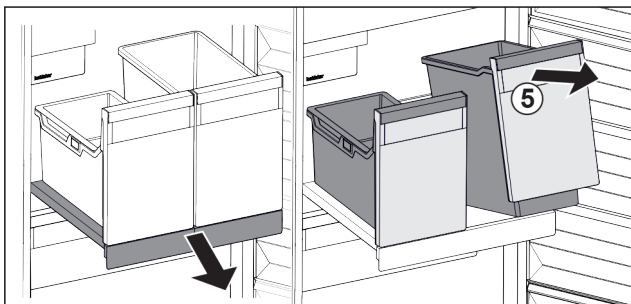

Fig. 100
- ▶ Soulever les bacs Fig. 100 (5) par l'avant.